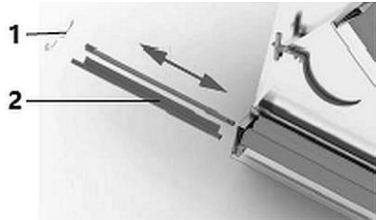

Рис. 9
- послабити пружини (1, рис. 9) на нижніх валиках;
- витягнути прокладки (2) з їхніх гнізд;